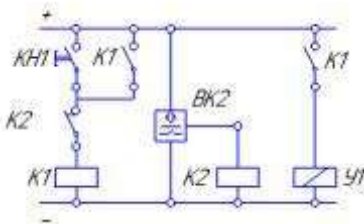

Рисунок 23.1 – Вариант 1 Изучение схем включения датчика положения тока гидроцилиндра индуктивного типа
- 2 Начертить электрическую схему рис.23.1, 23.2.